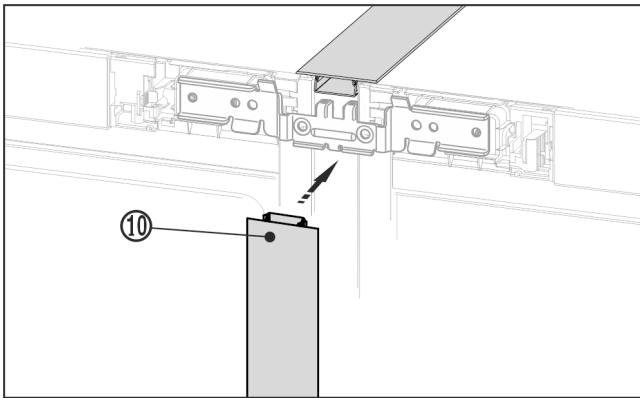

Fig. 23
- ▶ Nyomja az első oldalon a hosszú fedőlécet Fig. 23 (10) a függőleges nyílásba. Ügyeljen arra, hogy a lécs az összekötő lemezen álljon.